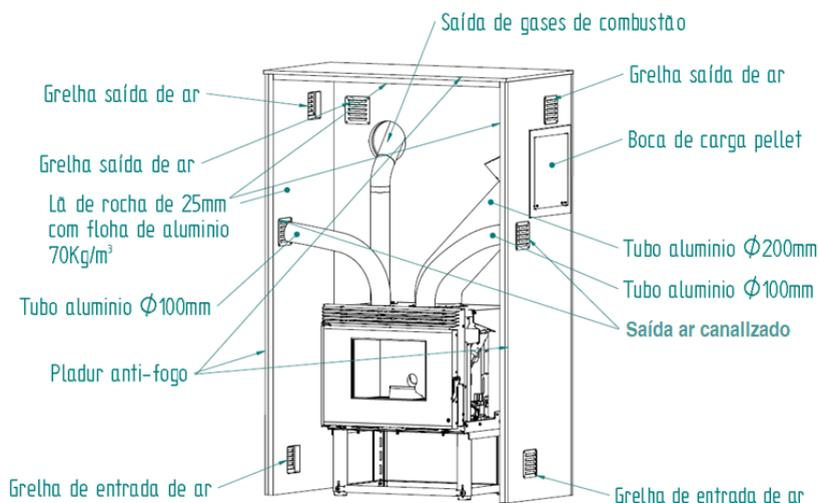

Figure 21 – Installation avec air canalisé
- Dans l'exemple d'installation (Figure 21), on peut voir que les tuyaux sont placés pour canaliser de l'air chaud dans la pièce où l'insert est installé, mais ils pourraient être installés pour amener de l'air chaud dans des pièces voisines. La longueur maximale des tuyaux sans ajout d'un ventilateur est de l'ordre de 3-4m.